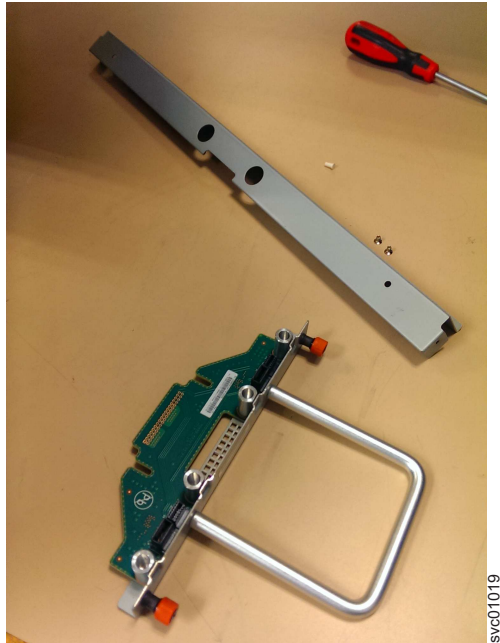

図 85. シャーシの FIB 部品
1. 新しい FIB、カバー、およびカバーのねじ (96 ページの図 85 を参照) を安全な場所に置きます。